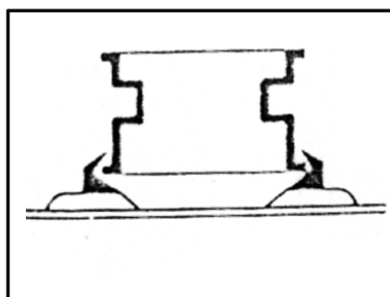

fig7
Après avoir choisi le mode de verrouillage (la prise extérieure est particulièrement bien adaptée pour les jantes en aluminium ; la prise intérieur est rarement utilisée), placez la roue sur le plateau. (Fig. 7 et 8).
2. Verrouillage prise intérieure (fig 7)